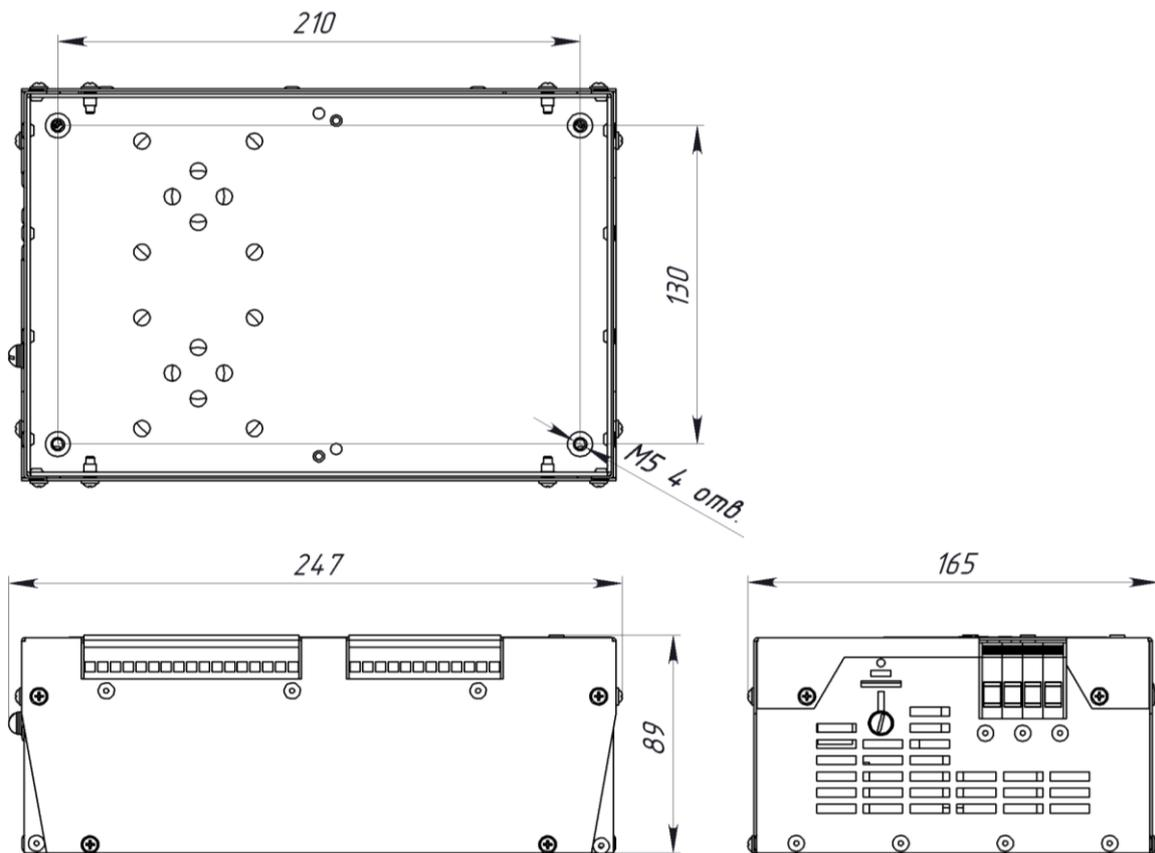

Рис.3. Габаритные и присоединительные размеры блока
4.6. Габаритные и присоединительные размеры блока приведены на рис.3.